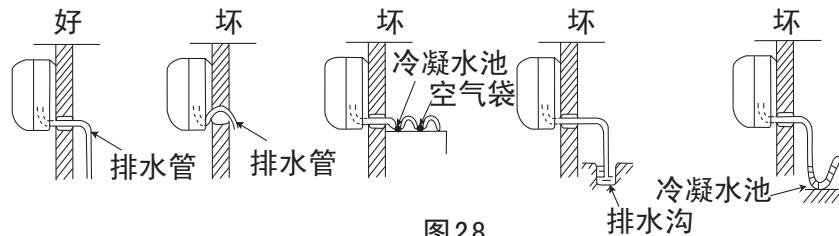

图28
- 用附件⑯ 排水管与室内机组的出水管连接起来。
- 如要使冷凝水流得舒畅，排水管应倾斜少许，如图28所示。